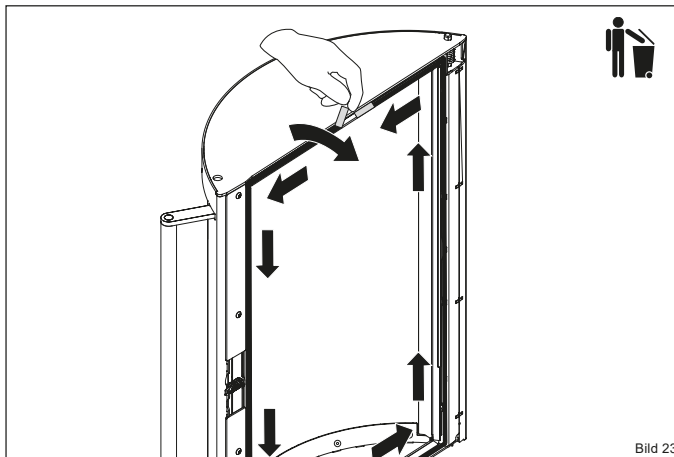

Bild 23
- ▶ Ziehen Sie die alte Dichtung an einem der Endstücke aus der Führung heraus und entsorgen diese im Abfall (Bild 23).